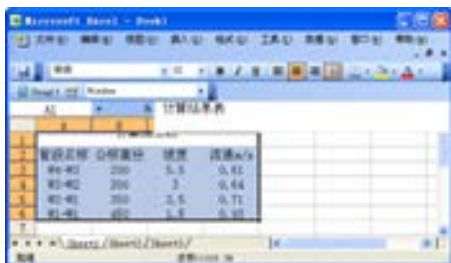

图 9-119 打开读入 Excel 素材
① 按 Ctrl+O 组合键，打开配套光盘提供的“第 9 章/9.3.18 读入 Excel.dwg”素材文件，结果如图 9-119 所示。